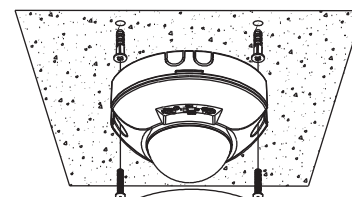

FIG. 5
- Après avoir troué le plafond, visser la base à l'aide de chevilles en plastique et des vis en dotation (FIG. 5).